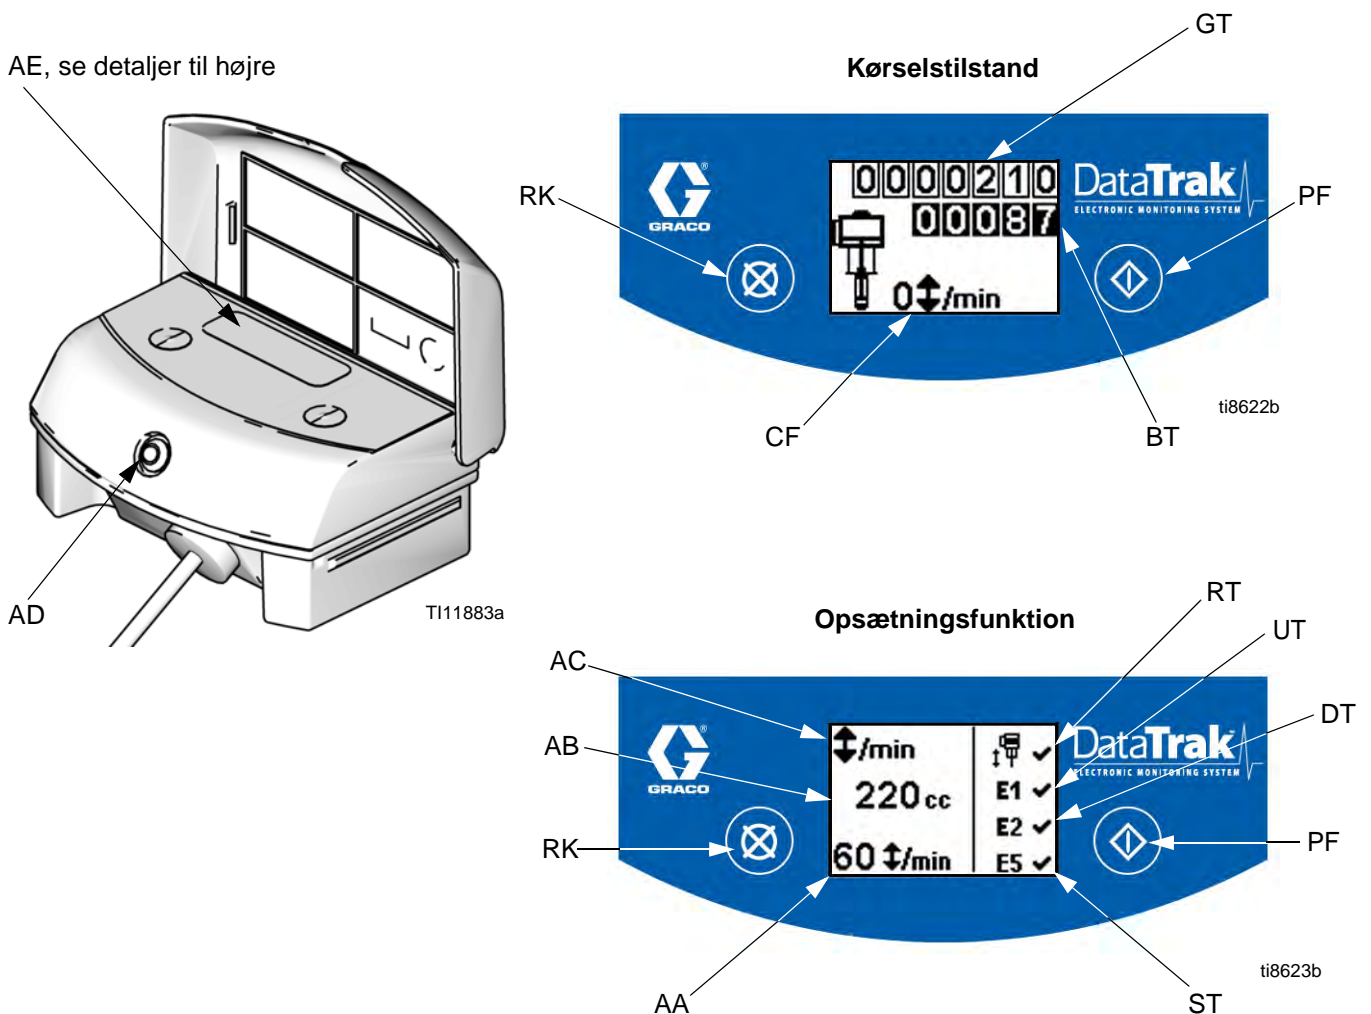

FIG. 9. Betjeningsanordninger og indikatorer for DataTrak
Nøgle til FIG. 9
1. Se FIG. 9. Tryk og hold  nede i 5 sekunder, indtil opsætningsmenuen vises.
BEMÆRK: Ved løbskkørsel aktiveres E1-, E2- og E5-fejlvisningerne, og et  vil vises på opsætningsskærmen. Se FIG. 9.
1. Se FIG. 9. Hvis løbskkørsel af pumpen finder sted, da vil magnetventilen til løbskkørsel blive aktiveret og derved standse pumpen. Lysdioden (AD) vil blinke, og displayet (AE) vil vise en løbskkørselstilstand (se Tabel 1). Displayet viser skiftevis seks forskellige instruktionsskærme.
2. Løbskkørselskærm 1 og 2: For at nulstille magnetventilen til løbskkørsel, luk for hovedudluftningsventilen (U). Vent, indtil motoren er fuldstændigt tømt for luft.
5. Åbn for hovedudluftningsventilen (U) for at genstarte pumpen.
BEMÆRK: For at deaktivere løbskkørselsovervågningen, gå til opstillingsfunktionen og indtast løbskkørselsværdien på 0 (nul) eller sæt vippekontakten (RT) på Off (Sluk)  (se FIG. 9).
1. Se FIG. 9. For at gå til spædning/skylningsfunktionen, tryk på en vilkårlig tast for at genaktivere displayet, tryk derefter på . Spædning/skylningssymbolet vil vises
Se FIG. 9. Det sidste ciffer i batch totaltælleren (BT) repræsenterer en tiendedel af gallons eller liter. For at nulstille totaltælleren, tryk på en vilkårlig tast for at genaktivere displayet, tryk derefter på og hold  nede i 3 sekunder.
Se FIG. 9. Displayet (AE) vil slukke efter 1 minuts inaktivitet i Kørselsfunktion eller efter 3 minutter i Opstillingsfunktion. Tryk på en vilkårlig tast for at genaktivere displayet.
DataTrak kan diagnosticere adskillige problemer med pumpen. Når monitoren detekterer et problem, vil lysdioden (AD, FIG. 9) blinke, og en diagnosticeringskode vil komme til syne på skærmen. Se Tabel 1.